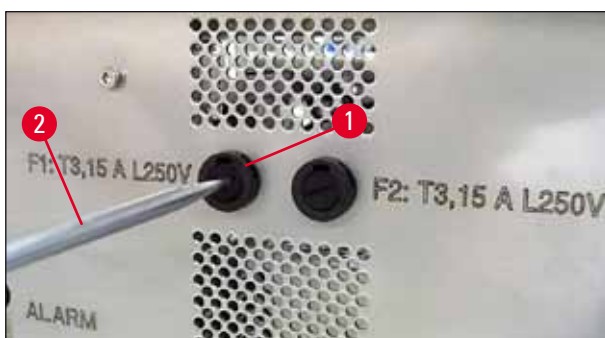

Fig. 65
- Controllare se uno dei due fusibili secondari (→ "Fig. 64") (**F1**, **F2**) sul retro dell'apparecchio è difettoso (→ "Fig. 65").